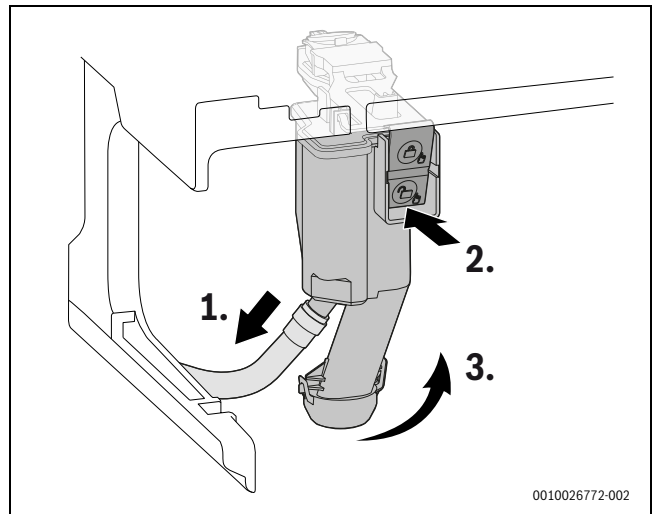

Bild 169 Kondensatsiphon ausbauen
- ▶ Kondensatsiphon aus dem Gerät nehmen (→ Bild 169, Seite 80).